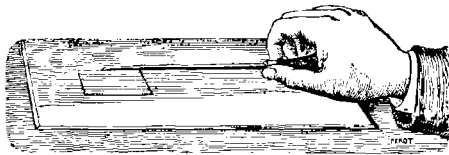

Fig. 41.
2. Après avoir fait un dessin très-arrêté du sujet qu'il veut reproduire, l'artiste le transporte sur le métal à l'aide d'un calque, puis il en trace légèrement tous les contours avec une espèce d'aiguille, nommée *pointe*, qui laisse sur le cuivre ou l'acier un trait excessivement délié. Ce travail accompli, il creuse au burin (fig. 41) des *tailles* ou hachures plus ou moins profondes, suivant